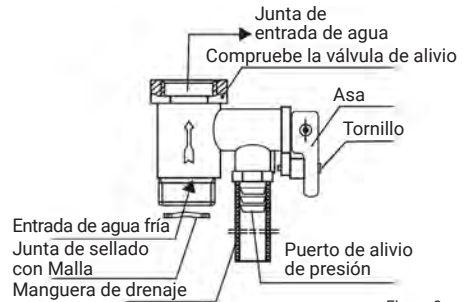

Figura 3
- ① La válvula de seguridad (original de fábrica identificación 0.8MPa) en los accesorios se instalará en la junta de entrada de agua (como se muestra en la figura 3), y la materia prima El cinturón debe enrollarse para asegurar el sellado.